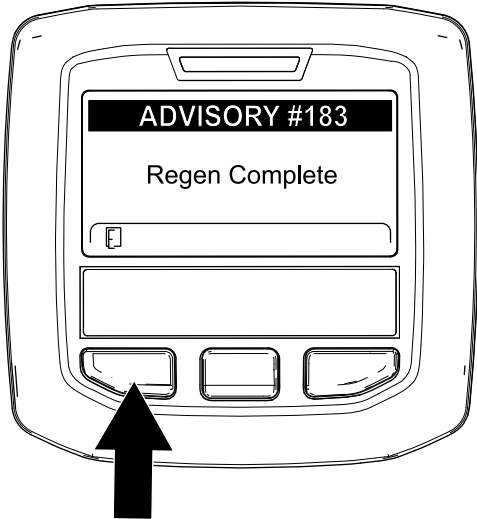

Figura 56
- Cuando la computadora del motor finaliza una regeneración estacionaria o de recuperación, el InfoCenter muestra el Aviso N° 183 (Figura 56). Pulse el botón izquierdo para salir de la pantalla de inicio.